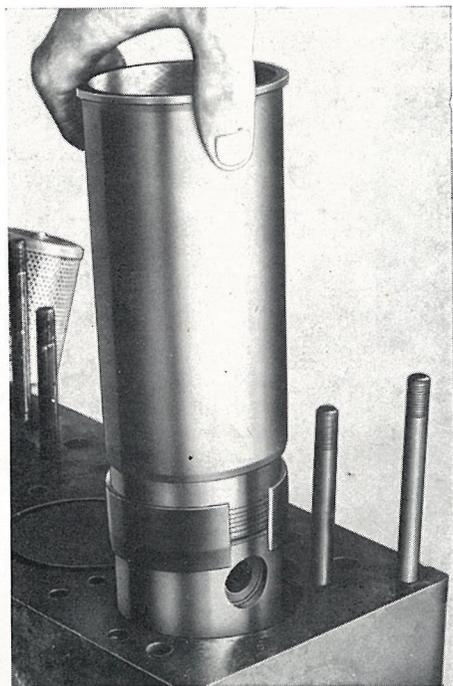

FIG. 28
2. Monter le collier FT 121 sur les segments en dirigeant le chanfrein vers le bas (fig. 28); puis faire glisser le collier sur le piston, en le chassant avec l'outil de service FT 109 destiné au démontage des axes de pistons.
9. Disposer le collier FT 121 sur les segments en plaçant le chanfrein vers le bas (fig. 28) ; puis engager la chemise sur le piston et la faire descendre jusqu'à ce qu'elle couvre tous les segments.